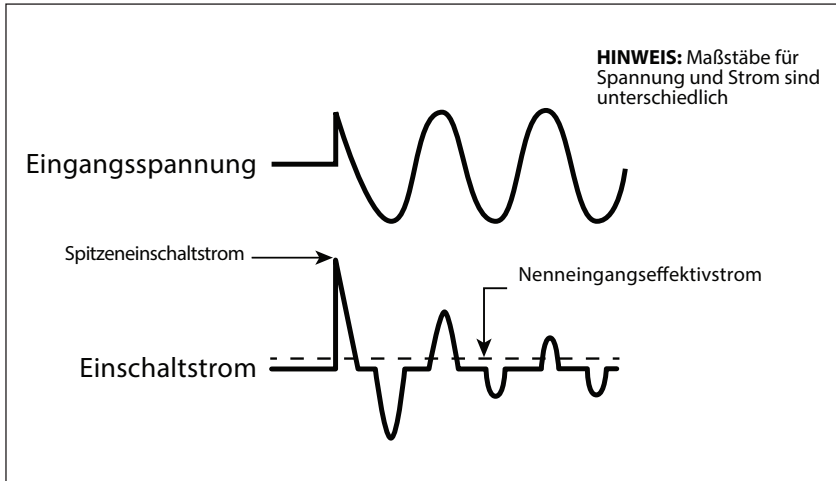

Abb. 4.1: Einschaltstrom in einem SMPS.
- **AC auf DC Schaltnetzteile (SMPS):** Diese Art der Stromversorgung wird als Einzelstromversorgung oder als Front-End in allen elektronischen Geräten verwendet, die mit Netzstrom betrieben werden, z.B. Audio-/Video-/Computergeräte und Akkuladegeräte (Bitte Abschnitt 4 für weitere Details über SMPS lesen). Wenn diese Stromversorgung eingeschaltet wird, werden die Kondensatoren der internen Eingangsseite ein paar Millisekunden lang geladen, was zu einem sehr hohen Anstieg des Einschaltstroms führt (siehe Abb. 4.1). Dieser Anstieg des Einschaltstroms / der Leistung kann das 15-fache der Dauernennleistung erreichen. Der Anstieg des Einschaltstrom / der Leistung wird jedoch von der Stoßnennleistung der Wechselstromquelle begrenzt.
Schaltnetzteile (SMPS) werden in großem Umfang zur Umwandlung des eingehenden Wechselstroms in verschiedene Spannungen wie 3,3V, 5V, 12V, 24V, usw. verwendet, die in verschiedenen Geräten und Schaltungen in elektronischen Geräten wie Akkuladegeräte, Computer, Audio- und Videogeräte, Radios usw. verwendet werden. SMPS verwenden große Kondensatoren in ihrem Eingangsabschnitt für die Filtration. Wenn die Stromversorgung eingeschaltet wird, wird ein sehr hoher Einschaltstrom durch die Stromversorgung gezogen, da die Eingangskondensatoren geladen werden (die Kondensatoren wirken fast wie ein Kurzschluss in dem Augenblick, in dem der Strom eingeschaltet wird). Der Einschaltstrom beim Einschalten ist mehrere Male bis zu mehrere zehn Male größer als der Nenneffektiv-Eingangsstrom und dauert ein paar Millisekunden. Ein Beispiel für die Eingangsspannung gegenüber der Eingangsstromverläufe ist in Abb. 4.1. dargestellt. Es ist ersichtlich, dass der anfängliche Eingangsstromimpuls nur nach dem Einschalten > 15 Mal größer als der stationäre Effektivstrom ist. Der Einschaltstrom zerstreut sich in etwa 2 oder 3 Zyklen, das heißt in etwa 40 bis 60 Millisekunden bei einer 50 Hz Sinus-Welle.